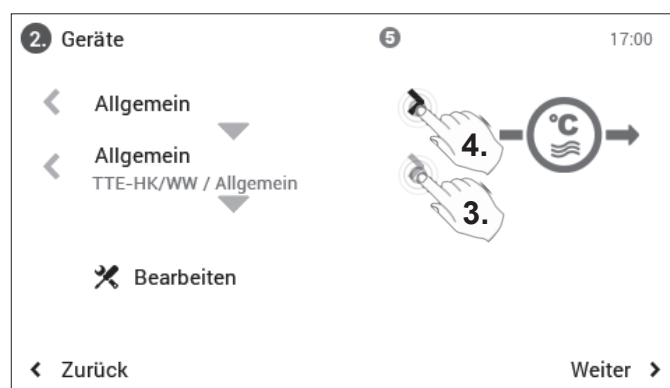

Bild 17
3. Blättern zur nächsten Funktion bis alle Funktionen bearbeitet wurden (Bild 17)
4. Blättern zur nächsten Funktionsgruppe (Bild 17),